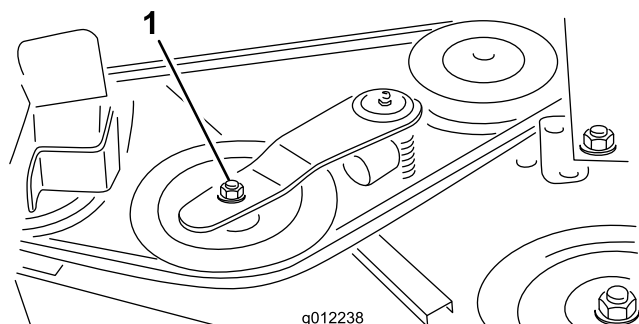
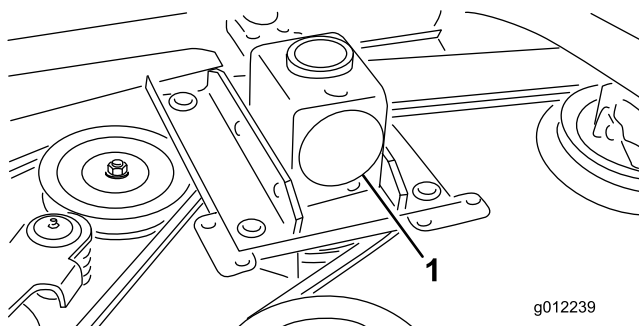

Figura 33
Figura 34
2. Con una chiave dinamometrica o uno strumento simile, allontanate la puleggia tendicinghia (Figura 33) dalla cinghia di trasmissione per allentare la tensione della cinghia e staccarla dalla puleggia degli ingranaggi (Figura 34).